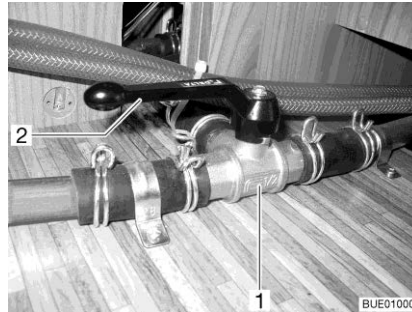

Bild 226 3-vägsventil
- Ställ spaken (Bild 226,2) till 3-vägsventilen (Bild 226,1) parallellt med den raka genomflödesriktningen (Bild 226).
- Ställ spaken (Bild 226,2) till 3-vägsventilen (Bild 226,1) tvärs mot den raka genomflödesriktningen.